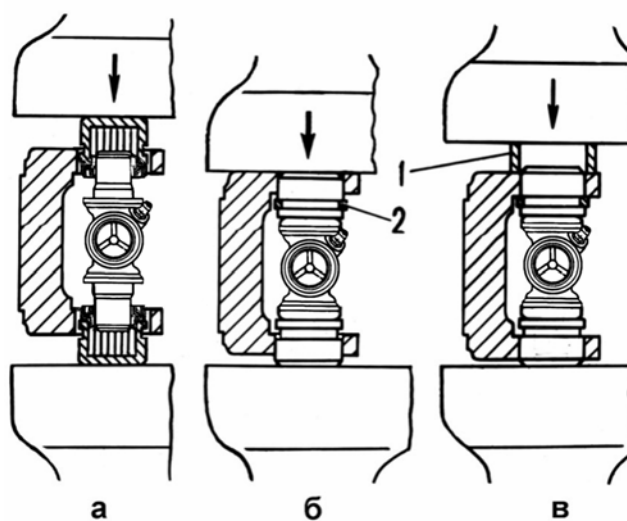

Рис. 4.36. Последовательность сборки карданного шарнира: 1 – кольцо; 2 – стопорное кольцо
- вставить подшипники в отверстия вилки, частично надев их на шипы и вращая крестовину в разные стороны (рис. 4.36 а);
- плавно сдвинуть подшипники до упора (рис. 4.36 б);
- поставить кольцо-оправку 1 на внешний торец ушка вилки с застопоренным подшипником и допрессовать крестовину с подшипниками до упора стопорного кольца в подшипник и вилку (рис. 4.36 в), затем вставить второе стопорное кольцо;